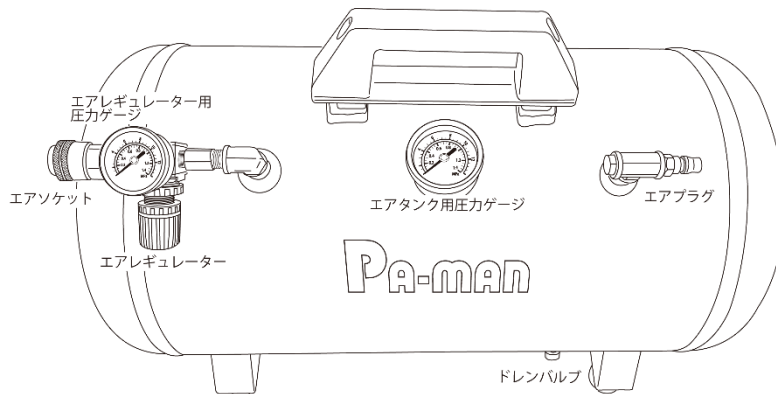

図1
- ① 本商品を風通しが良く、平らな床面に設置してください。
- ② お手持ちのエアコンプレッサーの空気取出口と、本商品のエアプラグを別売のエアホースで接続してください（図1参照）。
- ⑥ エアレギュレーター用圧力ゲージが吐出圧力（レギュレーター調節式）、エアタンク用圧力ゲージが本商品の内圧を表示しています（図1参照）。
- ⑦ 本商品のエアソケットにエアツール又は、エアホース等を接続して使用してください。
- ⑧ 使用後又は、本商品を離れた場所へ携帯する場合は、エアコンプレッサーの運転を停止し、エアコンプレッサーと本商品を接続しているエアホースを取り外してください。
- ⑨ 使用後は必ず、**ドレンバルブを緩め、本商品の内部に溜まった水を抜いて**ください（図1, 2参照）。